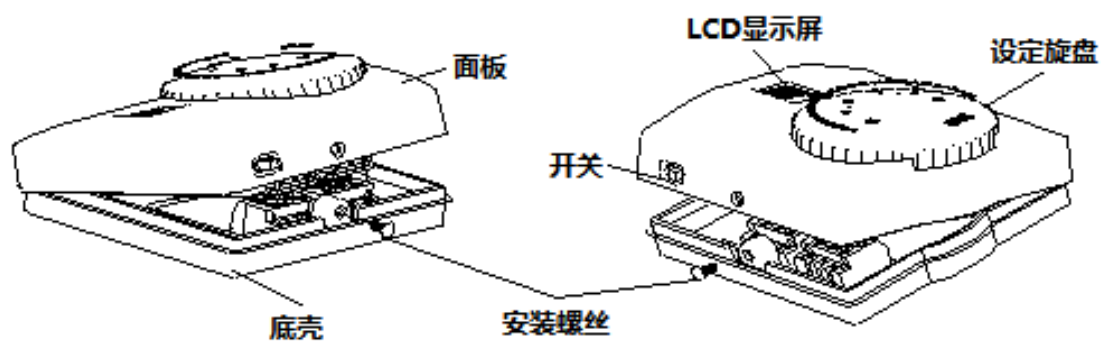

图 1 安装示意图
- 如图 1 安装示意图所示，把产品的安装螺丝拧下，分开面板和底壳，用 PM4*25 HC(+)的螺丝将底壳紧固在 86 盒上。